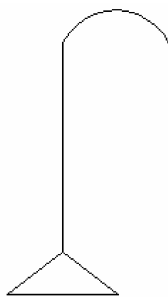

图 4-22 绘制灯管
3) 绘制灯管。单击圆弧按钮 ，从弹出的立即菜单中选择【三点圆弧】选项，操作结果如图 4-22 所示。